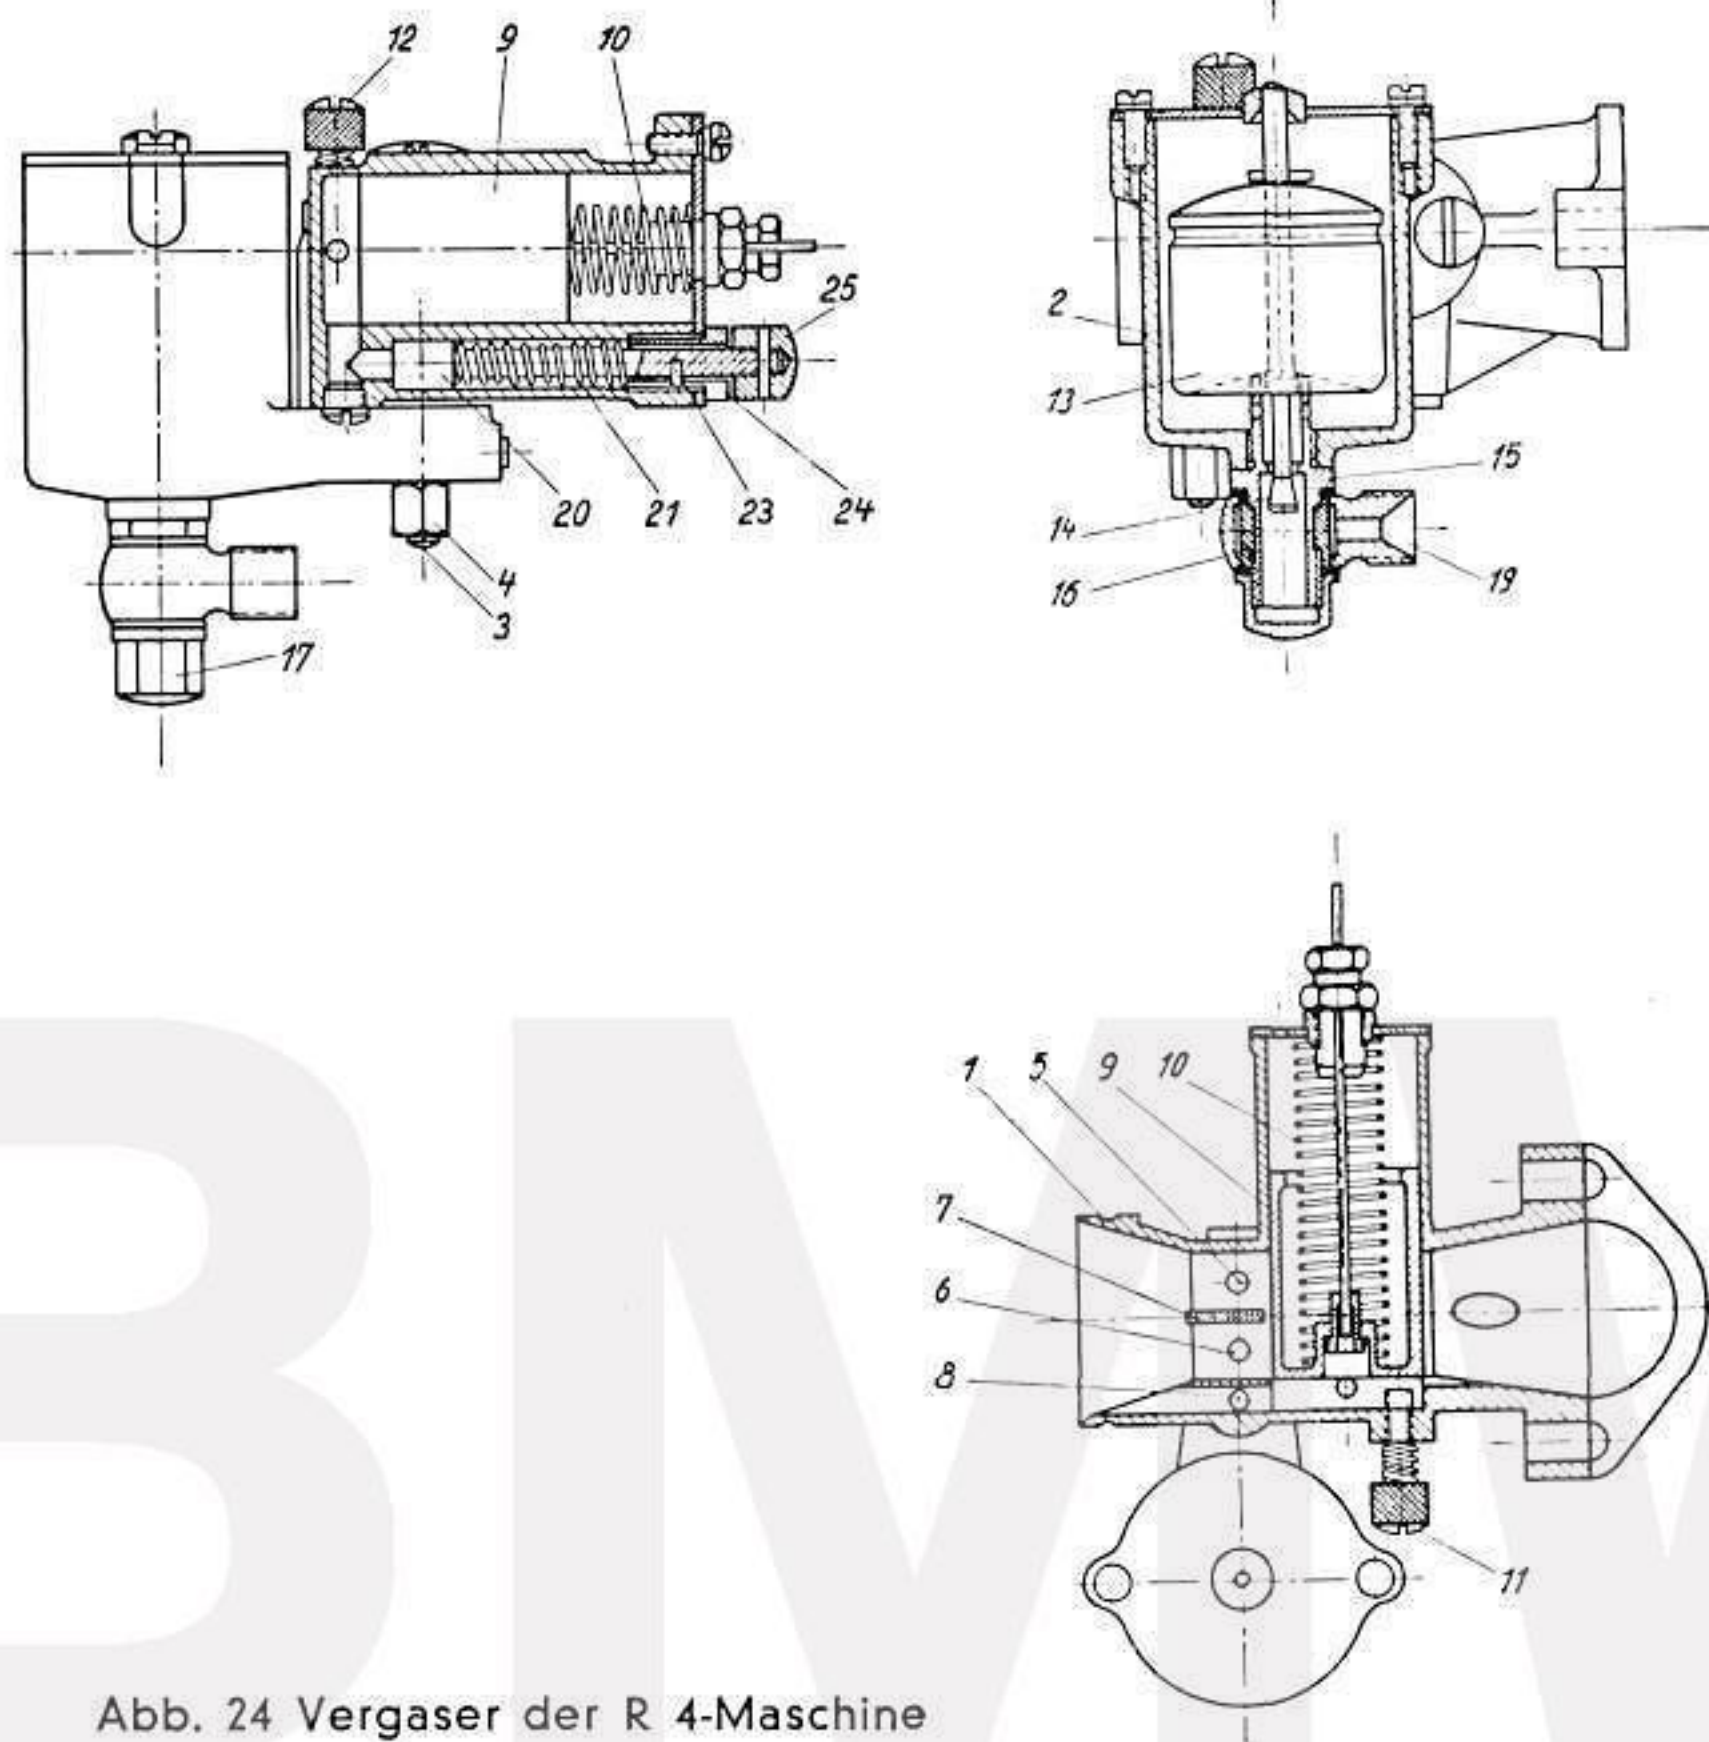

Abb. 24 Vergaser der R 4-Maschine
Beim Schwimmergehäuse der **R 3- und R 4-Maschine** schraubt man die Mutter **17** (Abb. 24) ab und reinigt das in dem Leitungsanschlußstück **19** befindliche Sieb mit Kraftstoff. Nach Abnehmen des Schwimmergehäusedeckels und Herausziehen des Splintes aus der Schwimmernadel kann auch hier letztere nach unten und der Schwimmer nach oben herausgenommen und gereinigt werden.
b) Vergaser der R 3- und R 4-Maschine. Es wird ein **Sum-Register-Vergaser** mit drei Kraftstoffdüsen verwendet, dessen Bedienung mittels Bowdenzuges vom rechten Drehgriff aus erfolgt. Die drei Kraftstoffdüsen sind so zueinander abgestimmt, daß selbst bei Kraftstoffwechsel kein Düsenwechsel vorgenommen werden muß. Abb. 24.